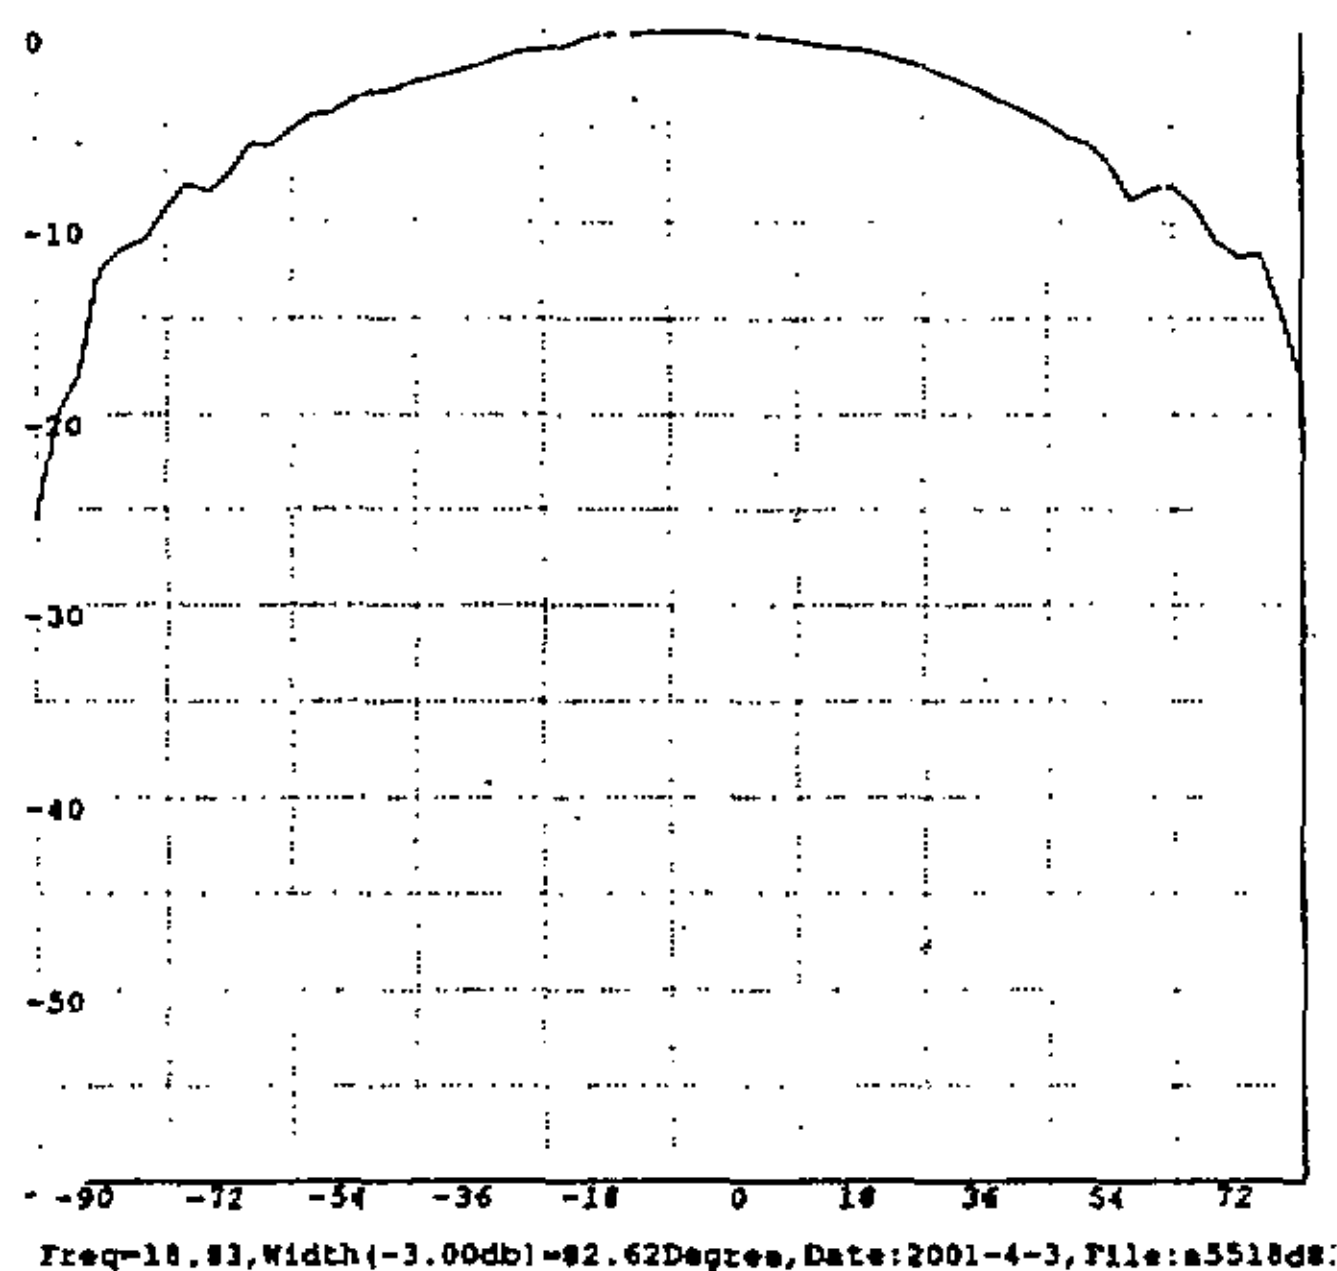

图 8 Ku 波段 MEMS 天线垂直极化方向图
2、Ku 波段 MEMS 辐射天线芯片 (照片见图 6) 大小为 1.5 \times 3.0mm², 驻波测试结果见图 7, 在 18.835GHz 附近驻波<1.5, 带宽 180MHz; 垂直极化方向图见图 8, 经过与标准天线的测试结果比较得出, 该 Ku 波段 MEMS 辐射天线的垂直极化增益为-7.5dB。